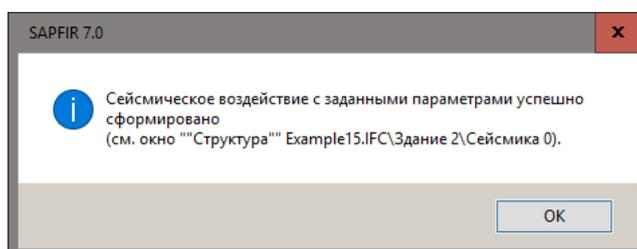

Рис.15.31. Диалоговое окно **SAPFIR 7.0**
- В открывшемся диалоговом окне **SAPFIR 7.0** (рис.15.31) щелкните по кнопке **OK**.